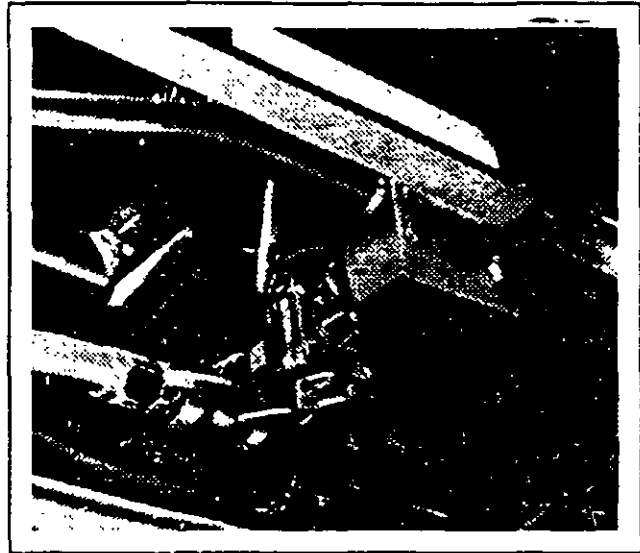

FIG. 7. LLAVE DE CORTE DEL TRUCK.
1. Purgue el aire de los cilindros de frenos cerrando la llave de corte del truck localizada bajo la plataforma (Fig.7)
5. Asegúrese de que la llave de corte del truck (Fig. 7) es abierta cuando se ha terminado el ajuste.
1. Remueva las cuatro tuercas tope elásticas, tornillos y arandelas desde los soportes de montaje del amortiguador (Fig. 7).